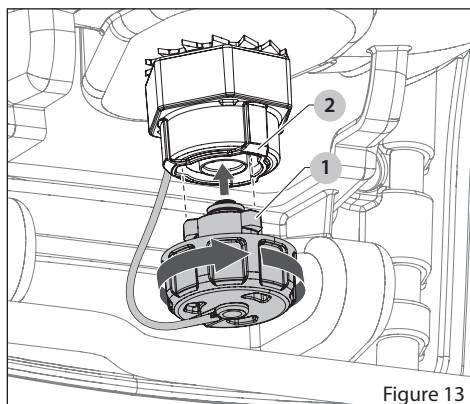

Figure 13
1. Aligner les languettes du bouchon (1) avec le chapeau du réservoir (2) et enfoncer le chapeau jusqu'à ce qu'il s'arrête.
2. Tourner le bouchon dans le sens des aiguilles d'une montre pour le fixer au chapeau. Voir Figure 13.